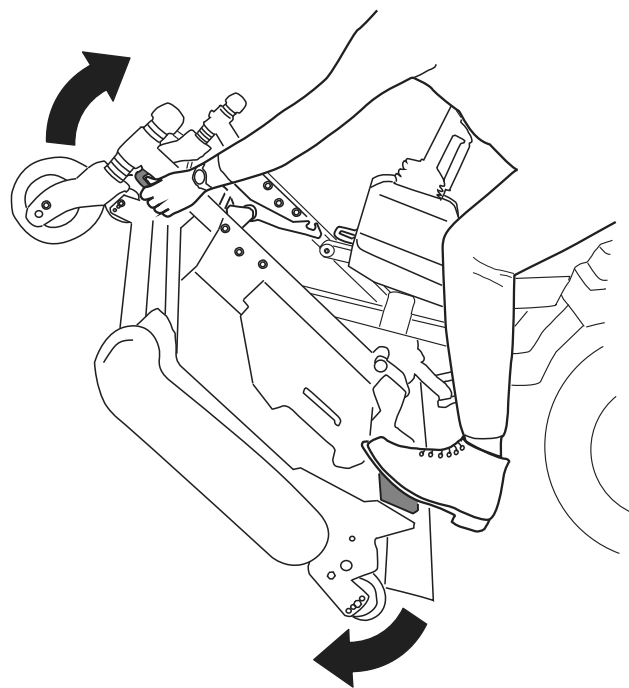
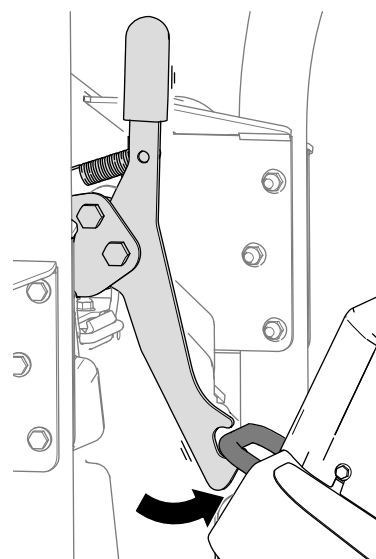
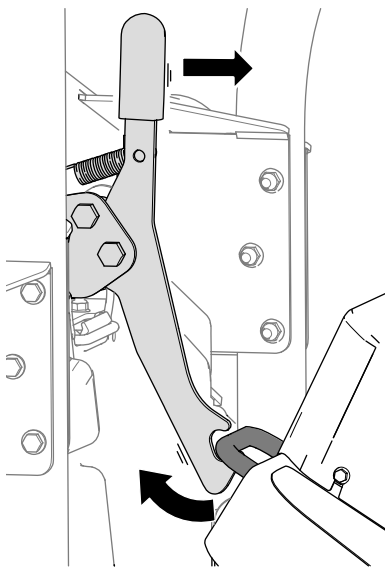

Рисунок 39
Рисунок 40
Рисунок 41
5. Поверните режущий блок (Рисунок 39) так, чтобы защелка вошла в зацепление с крепежным кронштейном (Рисунок 40).
1. Освободите защелку режущего блока от кронштейна крепления машины (Рисунок 41), для этого немного поверните режущий блок вперед (см. Рисунок 39) и потяните рукоятку защелки вперед.